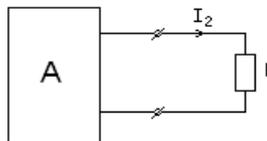

Рис. 1.2
2. По методу эквивалентного двухполюсника ток в выделенной ветви электрической цепи (рис. 1.2)